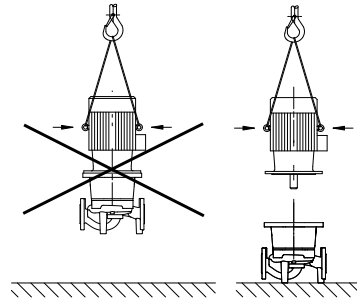

Fig. 33: Transport av motoren
- Transportløkkene på motoren er bare godkjent for transport av motoren, ikke hele pumpen (Fig. 33).